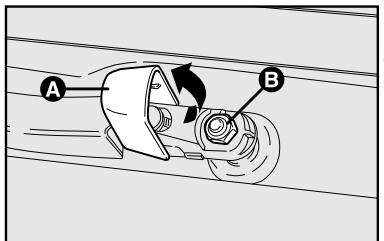

fig. 16
## Substituição da palheta do limpador do vidro traseiro fig. 16
1) Levantar a capa protetora **A**-fig. 16.
2) Desparafusar a palheta e substituí-la **B**-fig. 16.